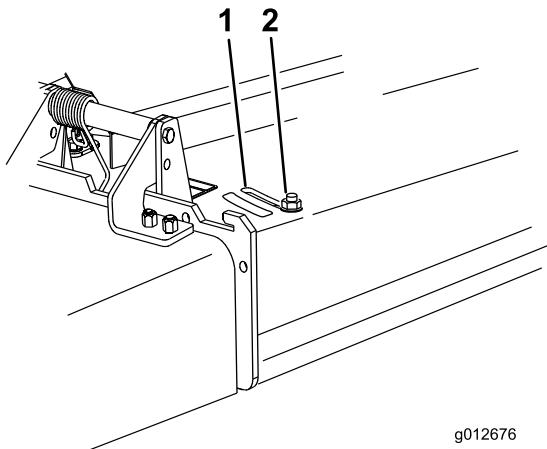

図 28
3. バッフルを調整する場合には、ナットをゆるめる図 28。